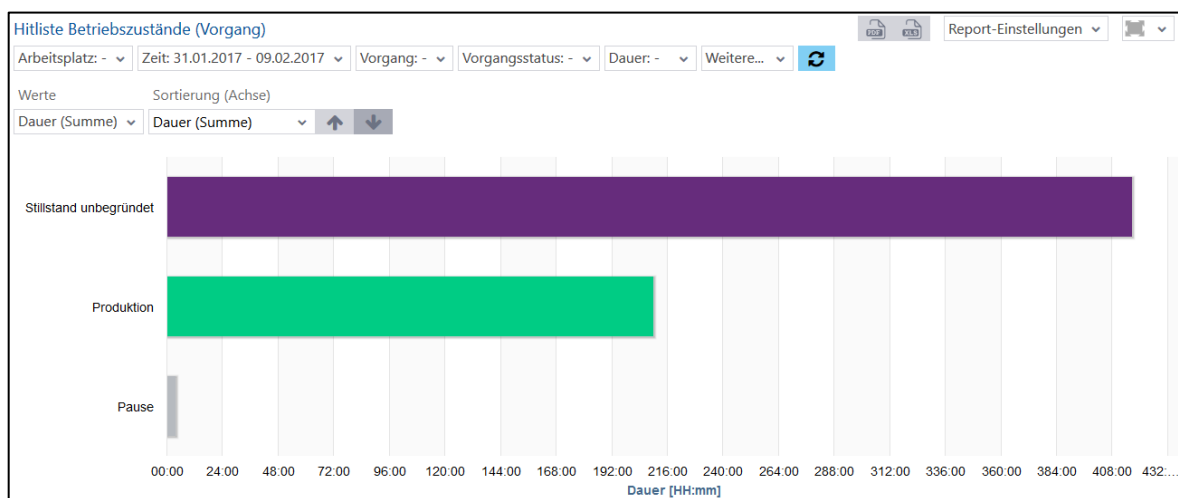

Bild 85: Hitliste Betriebszustände (Vorgang) als Balkendiagramm
- Hitliste Betriebszustände (Vorgang) als Balkendiagramm (Bild 85):